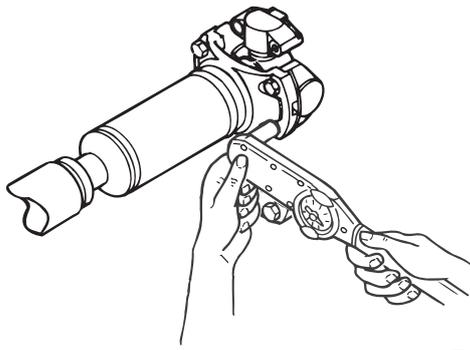

Figura 6.2
2. Instale os novos parafusos e arruelas de pressão. Figura 6.2. Consulte a tabela C.
4. Use um torquímetro para apertar os parafusos manualmente com as especificações corretas. Figura 6.2. Consulte a tabela C.
5. Use um torquímetro para apertar os parafusos manualmente com as especificações corretas. Figura 6.2. Consulte a tabela C.